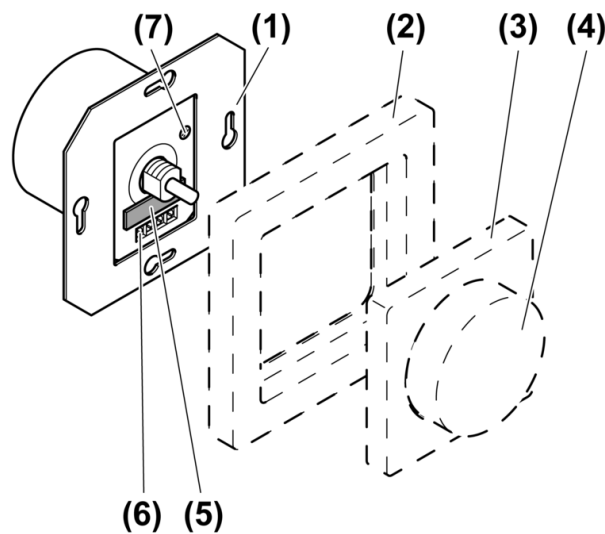

Bild 1: Geräteaufbau
- Grundhelligkeit durch Drehen des Einstellers (7) einstellen (Bild 1). Die Grundhelligkeit muss so eingestellt werden, dass bei Linksanschlag des Einstellknopfes die angeschlossenen Lampen noch sichtbar leuchten.